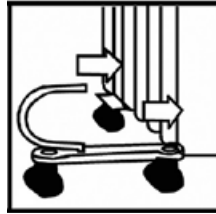

Abb. 2
3. Setzen Sie diesen Zusammenbau auf den unteren Teil (Abb. 2, 3) auf. 2, 3).